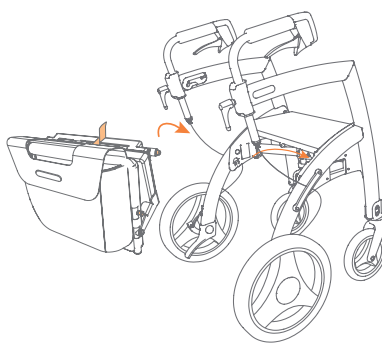

Abbildung 30: Anbringen des Rollstuhlpakets.
- Heben Sie den roten Hebel mit der anderen Hand, um die Verriegelungsbolzen einzuziehen (**Abbildung 30**).